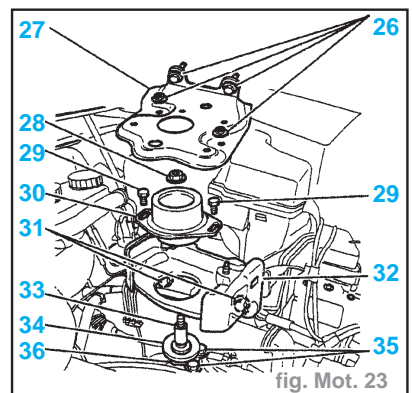

fig. Mot. 23
- Déposer (fig. Mot. 23) :
- les fixations (26)
- le support bac batterie (27)
- l'écrou d'axe de boîte (28) et sa rondelle
- les vis de cale (29)
- la cale élastique de boîte de vitesses (30)
- les vis (31)
- le support (32)
- l'entretoise (33)
- l'axe (34) (à l'aide de l'outil [7])
- les vis (35)